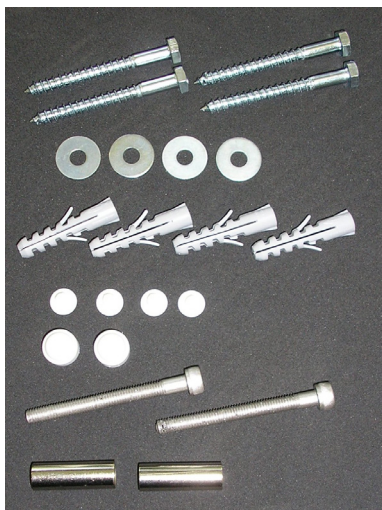

Figure 2
- 1x sachet contenant de petites pièces (voir Figure 2)